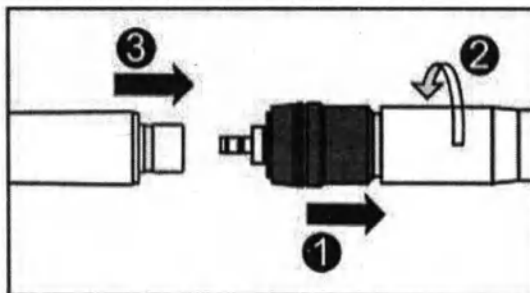

Рисунок 2
1. Вставьте быстросъёмное соединение в шланг и закрутите гайку шланга (см. рисунок 2);